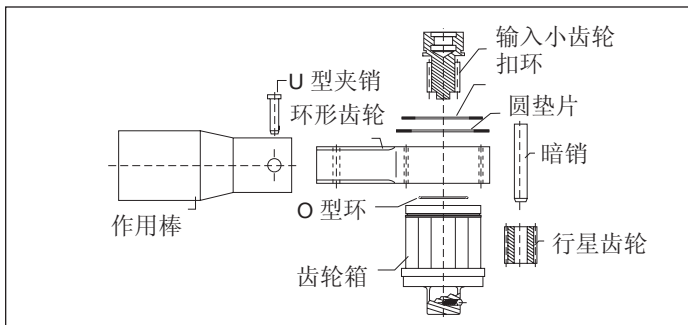

图 4
- 从扭矩倍增器外壳的输入侧卸下扣环和圆垫片（图 4）。
- 通过拉、扭运动，从齿轮箱上卸下输入小齿轮。使用手扳压机从行星齿轮上卸下暗销（图 4）。